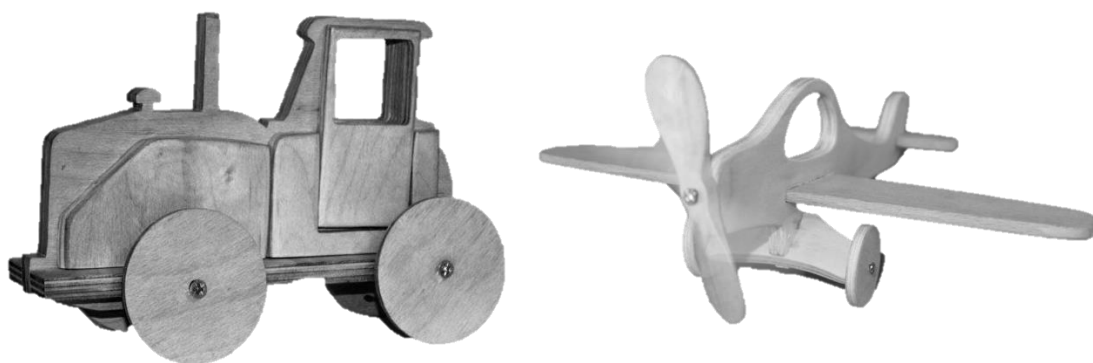

Рис. 1. Образцы моделей
1. По указанным данным, в *М 1:1 (1:2)* разработайте чертеж модели транспортного средства (Рис.1). Чертежи оформляйте на одном формате *A 4*, с указанием рамки и основной надписи.